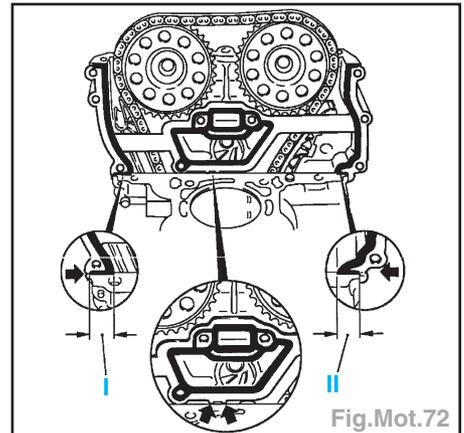

Fig.Mot.72
- Déposer la culasse et les joints (couper les joints en I et II) (Fig.Mot.72).